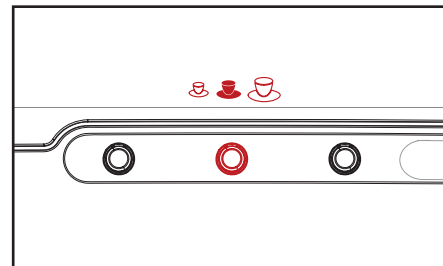

Fig. 4.5 - Forhåndsvalg av volum
2. Trykk på forhåndsvalgsbryteren VOLUM for å aktivisere dette forhåndsvalget. Et kopp-ikon (liten – middels - stor) blir synlig (fig. 4.5).